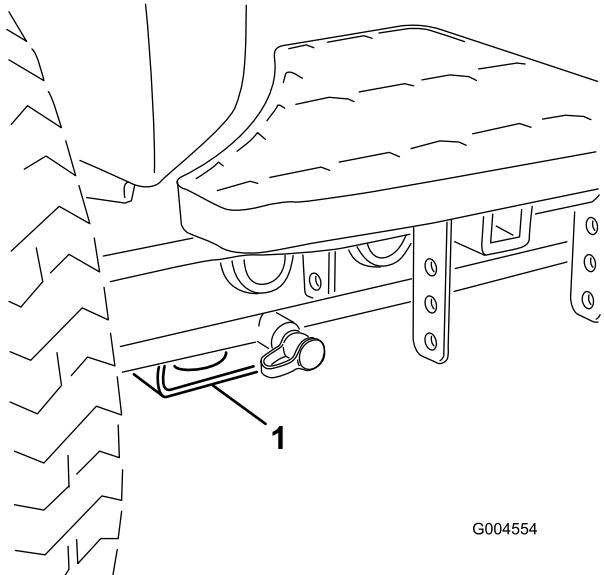

Bild 28
- **Vorderseite der Maschine:** Loch im rechteckigen Polster unter dem Achsenrohr in jedem Vorderreifen (Bild 28).